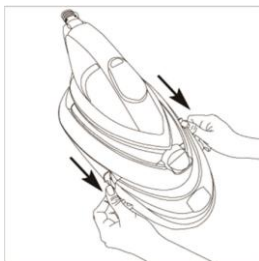

Figura 9
1. Scoateți rezervorul de apă (Figura 9).